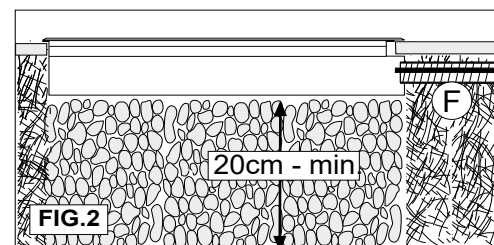

FIG.2
- Prima di interrare e/o cementare la cassaforma, fare attenzione di creare nella zona di alloggiamento uno strato di ghiaia di drenaggio sufficiente a garantire l'eventuale deflusso dell'acqua (circa 20 cm) **FIG.2**
- Before putting the housing in the ground pay attention to create a drainage layer enough to guarantee the downflow of water (about 20 cm). **FIG 2**